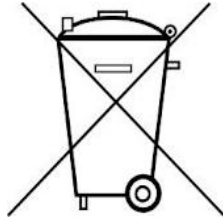

Fig. 2 : Montage expérimental avec le tube de Kundt
- Équiper le tube de Kundt des sondes microphones et le positionner (cf. fig. 2)